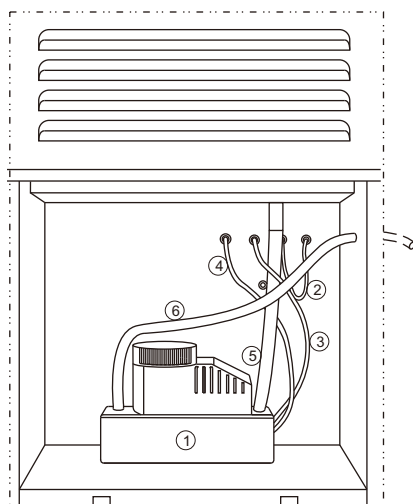

FIG. 4
- Débrancher le câble du signal Réservoir plein(②) de la prise centrale et l'enficher dans la prise droite pour le fixer.
- Brancher le câble d'alimentation(④, noir) de la pompe à eau(①) sur la prise gauche.
- Brancher le câble du signal Réservoir plein(③, bleu) de la pompe à eau sur la prise centrale.
- Connecter les flexibles d'aspiration(⑤) et d'éjection(⑥) de la pompe à eau (voir FIG.4)